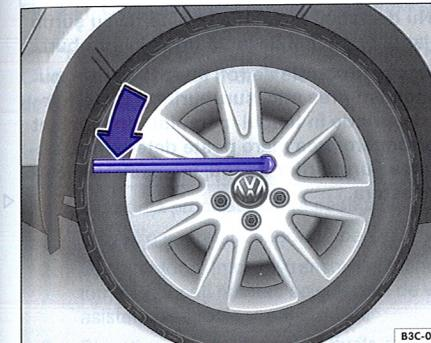

Fig. 228 Înlocuirea roții: Slăbirea prezoanelor de roată.
- Introduceți până la limită cheia de roți pe șurubul de roți ⇒ fig. 228.